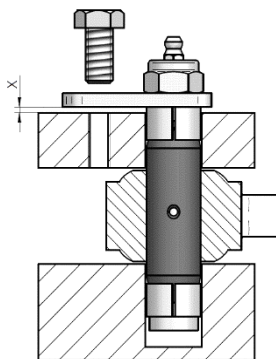

Abb. 2.1
- (1) Extenderbolt in Lagerstelle positionieren
- (2) Lasche mit Schraube sichern (Abb. 2.1), Hierbei gilt: Nicht anziehen, so dass  $X > 0$
- (3) Mutter auf Anziehdrehmoment festziehen